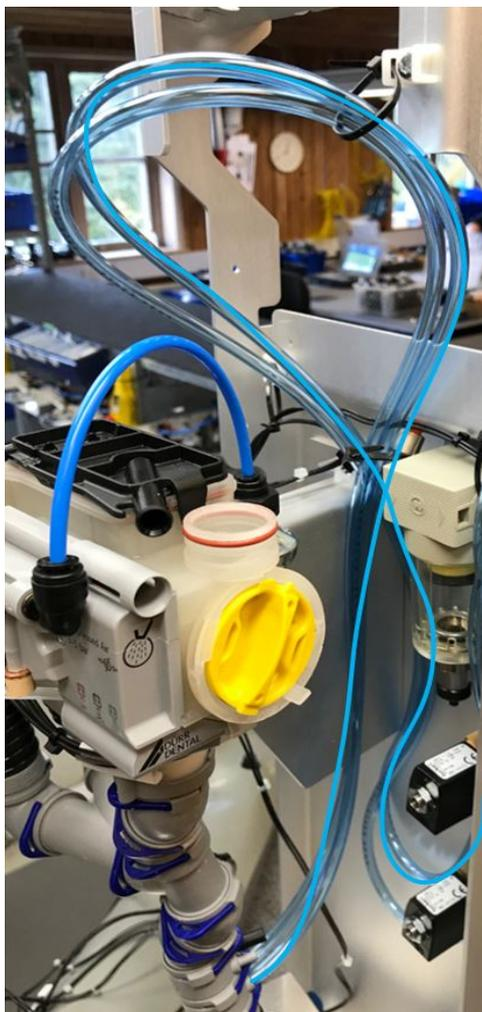

Figure 8
C12	Retirez l'ensemble du bloc d'instruments du pont et remplacez les joints toriques (MR-202) – Voir (1) en Figure 7 – Au niveau du canal d'eau du bloc (marqué en rouge en Figure 8), lubrifier légèrement les joints toriques sur les raccords avec de la graisse Paraliq (YR-032).